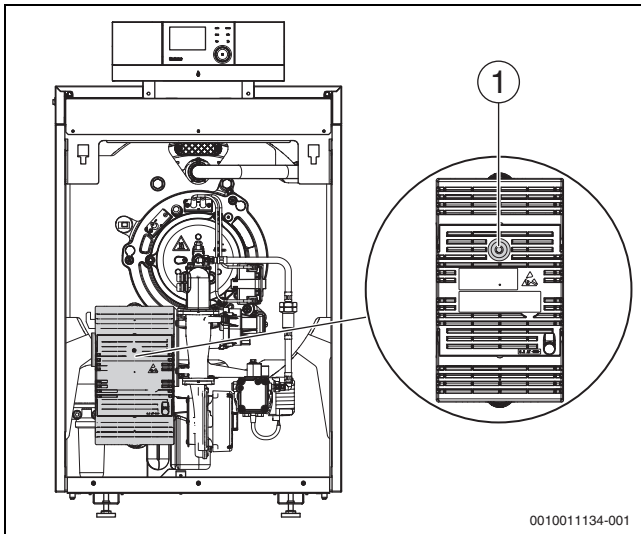

Bild 10 Störungen am Feuerungsautomaten zurücksetzen
- ▶ Reset-Taste am Feuerungsautomaten drücken (→ Bild 10). Die Störung wird nicht mehr im Display angezeigt.